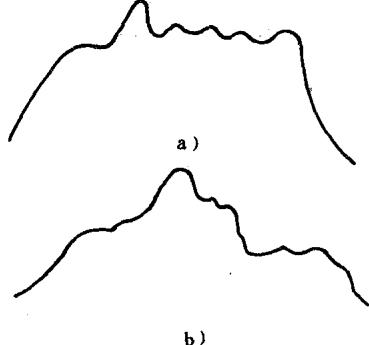

图1-6 扫频仪受干扰现象
5. 扫频仪电缆的接地一定要良好，接地线要尽量短些；电缆芯线及屏蔽线也是越短越好。否则会引起被测电路自激振荡。在扫频仪的屏幕上会有如图1-6所示的干扰波形出现。